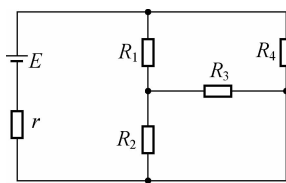

图 2-24 计算题 4 的电路图
4. 在图 2-24 所示电路中, 已知 $R_1=16\ \Omega$, $R_2=6\ \Omega$, $R_3=12\ \Omega$, $R_4=20\ \Omega$, $E=12\ \text{V}$, $r=2\ \Omega$, 求总电流 I 及 R_4 消耗的功率 P_4 。